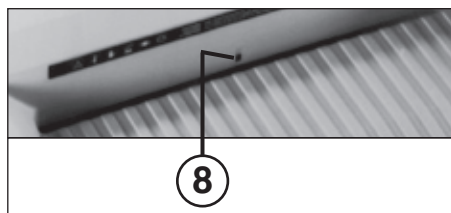

Abb. 3
- 8 = Lichtschranke (Vorwärtslauf) (Abb. 3)**